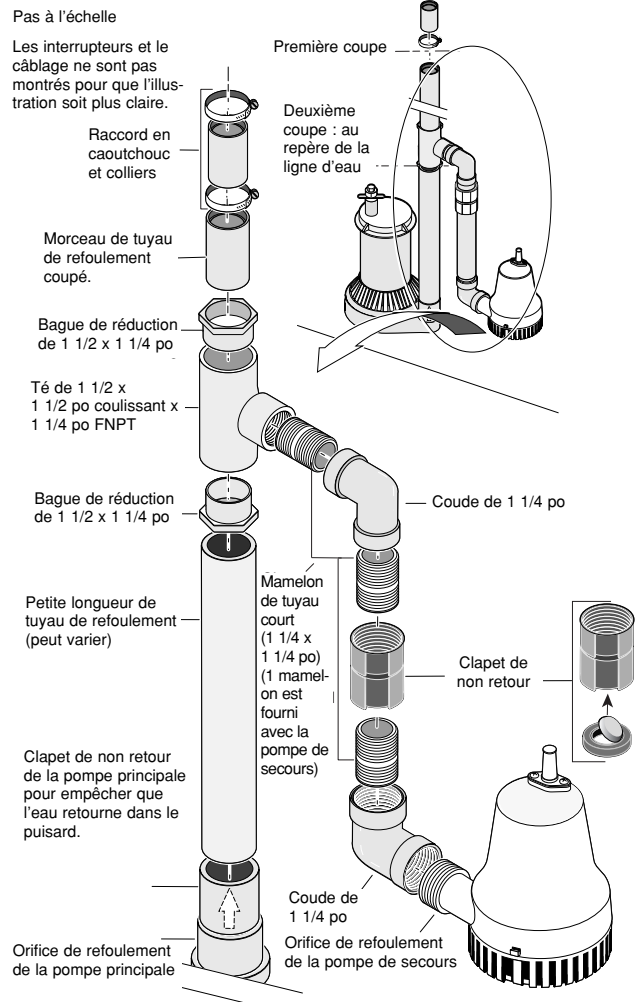

Figure 4 – Schéma d'installation - Méthode A
La Méthode A consiste à installer les deux pompes sur le fond du puisard. Se reporter à la Figure 4. Le diamètre minimum requis du fond du puisard, ainsi que de sa profondeur, est de 46 cm (18 po).
1. Faire la deuxième coupe sur le tuyau de refoulement là où le repère au crayon a été fait et illustré à la Figure 1 de la page 15 et à la Figure 4 de la page 16. Avec un chiffon propre, essuyer les extrémités du tuyau, puis mettre de côté le morceau de tuyau de refoulement coupé.